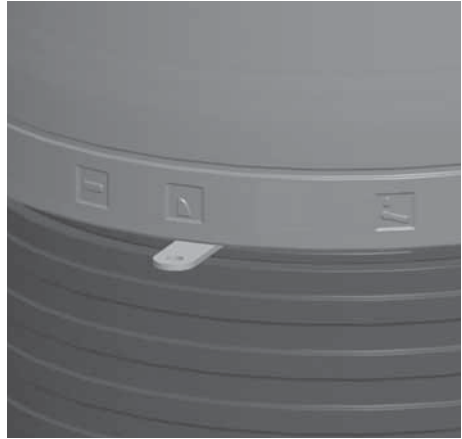

Abb. 4.12 Verbrennungsluftschieber in der Mitte - normale Heizbetrieb-Stellung („Nennwärmeleistung“)
- ist der Brennstoff gut angebrannt, stellen Sie den Verbrennungsluft-Schieber in die normale Heizbetrieb-Stellung in der Mitte - siehe Abb. 4.12.